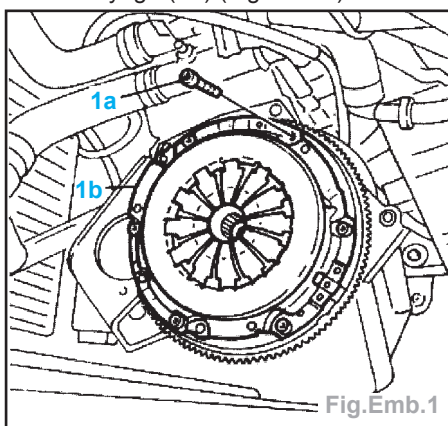

Fig.Emb.1
- Déposer les vis (1a), puis le mécanisme d'embrayage (1b) (Fig.Emb.1).